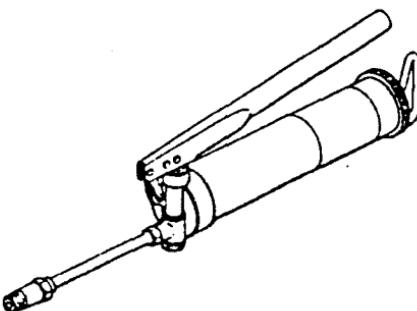

图 1-4 滑脂枪
1. 用途 滑脂枪又称黄油枪,如图 1-4,是一种专门用来加注润滑脂的工具。